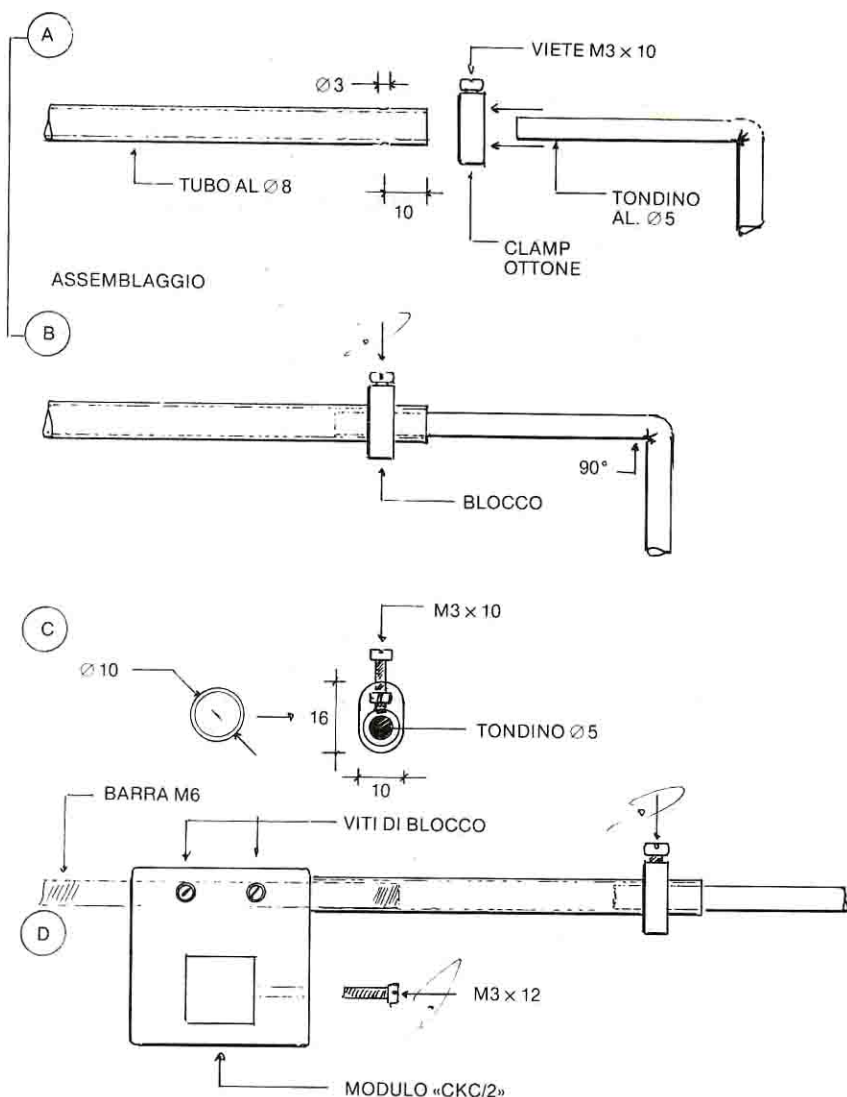

Fig. 5 - Sistema di sintonizzazione degli elementi.
Ad assemblaggio ultimato, il supporto fisso si deve presentare come in fig. 5/D.
I dati sono riportati in fig. 5/C. La clamp è ricavata da tubo di ottone oppure di alluminio, $\varnothing$ 10 mm. Suggerisco di praticare, sul tubo, una traccia circolare mediante un tagliatubi del tipo da idraulico, di larghezza 5 mm. Praticare un foro passante da 3 mm, quindi procedere al taglio. Schiacciare quindi l'anello fino ad ottenere la forma ovale di fig. 5/C adatta ad alloggiare sia la vite che il tubo di alluminio $\varnothing$ 8 mm. Con l'inserimento di una vite M3 $\times$ 10 e relativo dado, la clamp è terminata.
N.B. Le viti arrivano a toccare il tondino da $\varnothing 5$ mm, quindi sono messe in tensione dal dado che preme nella parte interna dell'anello di ottone. Vedi fig. 5/C.